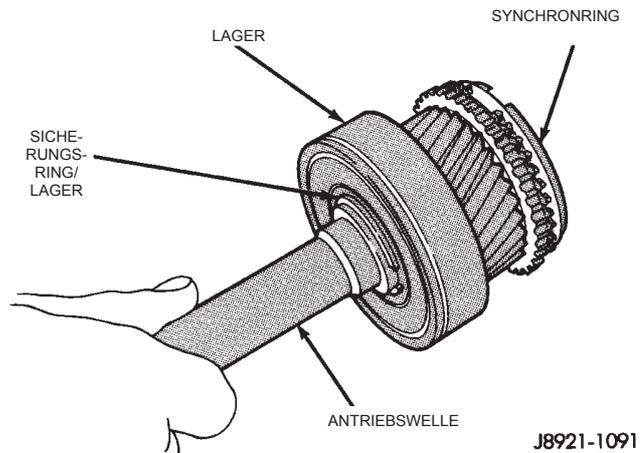

Abb. 108 Bauteile der Antriebswelle
(4) Den Synchronring für den vierten Gang von der Antriebswelle abnehmen (Abb. 108).